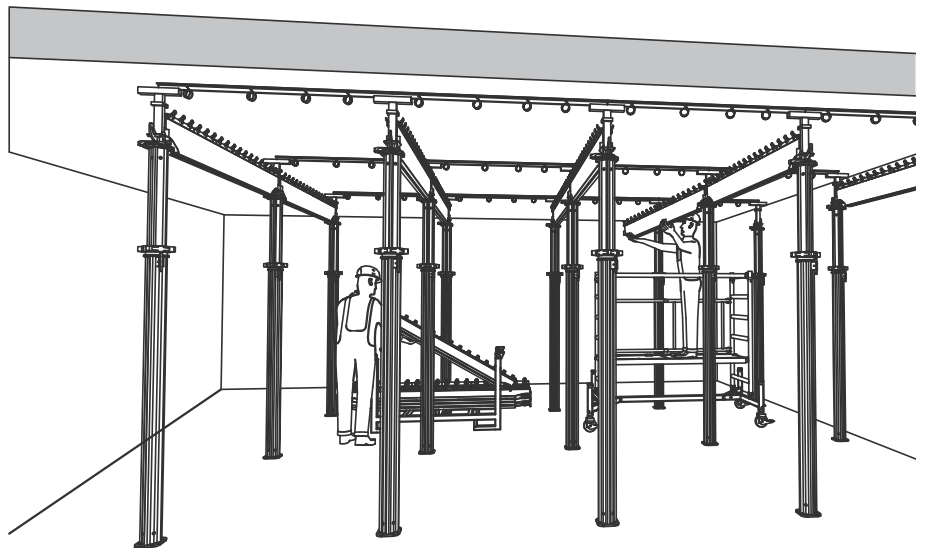

Fig. 66
- Prendre la poutrelle primaire SLT et la stocker dans des palettes. (Fig. 66)